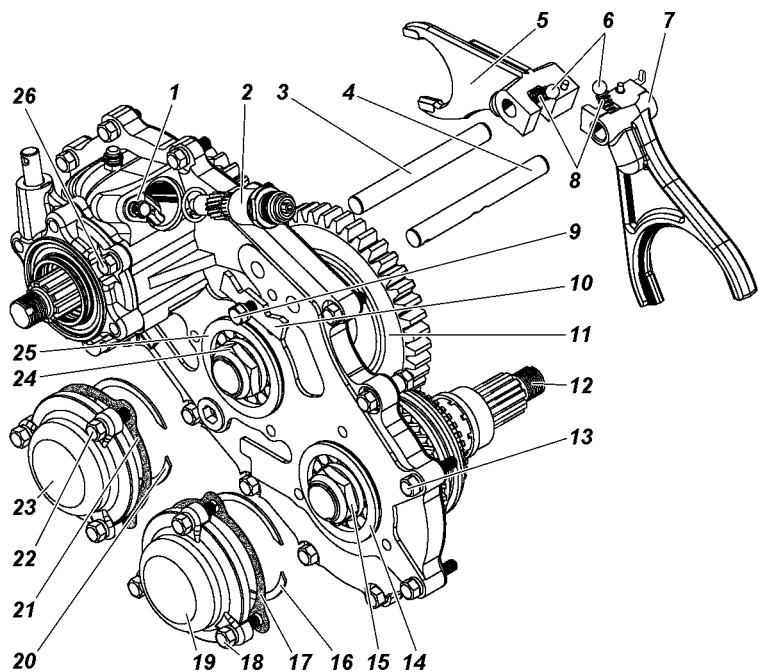
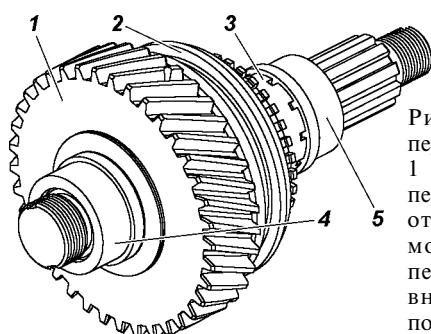

Рис. 7.4. Разборка механизма переключения передач:
Рис. 7.6. Вал привода переднего моста в сборе:
10. Отверните болт 9 (рис. 7.4) крепления стопора 10 штоков 3 и 4 вилок и выпрессуйте при помощи латунного молотка штоки из крышки картера, одновременно сняв с них вилки 5 и 7. При этом удерживайте от выпадения шарики 6 и пружины 8 фиксаторов, находящиеся в гнездах вилок.
15. Отверните гайку 15 (см. рис. 7.4) вала привода переднего моста. Съемником выпрессуйте шестернию 1 (рис. 7.6) привода переднего моста совместно с внутренним кольцом 4 подшипника.
16. Отверните один болт 26 (см. рис. 7.4) и снимите крышку 1 (рис. 7.7) заднего подшипника вала привода заднего моста.
- Установите муфту 2 (см. рис. 7.6) на шлицы вала привода переднего моста заостренными торцами шлицев в сторону шестерни привода вала.
3. Установите прокладку и подсобранные крышку 17 подшипника вала привода заднего моста. Закрепите крышку болтом 26 (см. рис. 7.4) с пружинной шайбой. На прокладку и резьбу болта нанесите герметик-прокладку. Момент затяжки болта 12 - 18 Н·м (1,2 - 1,8 кгс·м).
9. Вставьте вилку 7 (см. рис. 7.4) включения переднего моста в паз муфты включения переднего моста. Вставьте в гнездо вилки пружину 8 и шарик 6, выполняющие функцию фиксатора.